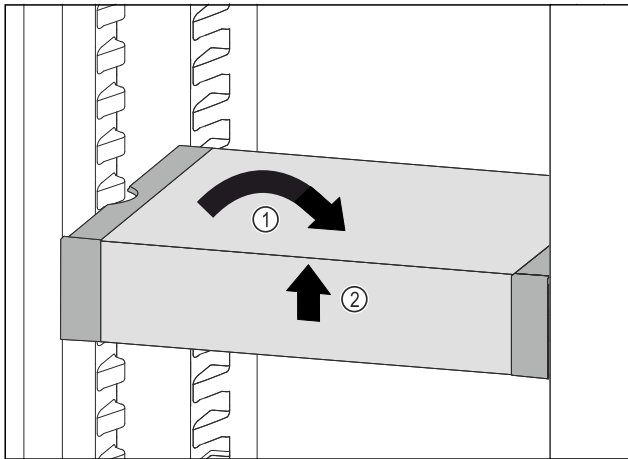

Fig. 85
- ▶ Állítsa egyenesbe a VarioSafe fiókot. Fig. 85 (1)
- ▶ Elöl emelje meg a VarioSafe fiókot. Fig. 85 (2)